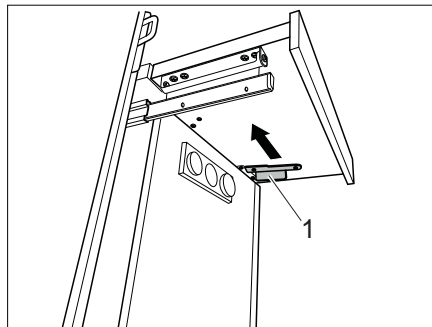

Bild 103 Verbreiterung sichern
- Verriegelung (Bild 103,1) nach vorne schieben. Die Verbreiterung ist gesichert.
- Verriegelung (Bild 103,1) lösen.